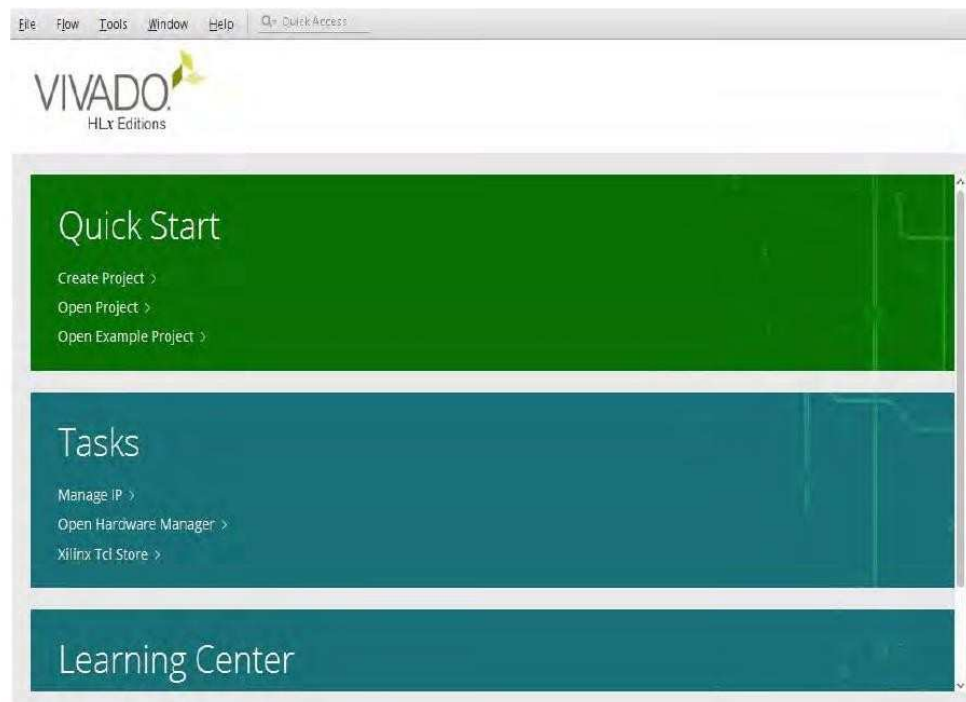

图 9-2: 创建一个 Vivado 项目
2. 在欢迎屏幕中，单击 **Create Project**(图 9-2)。